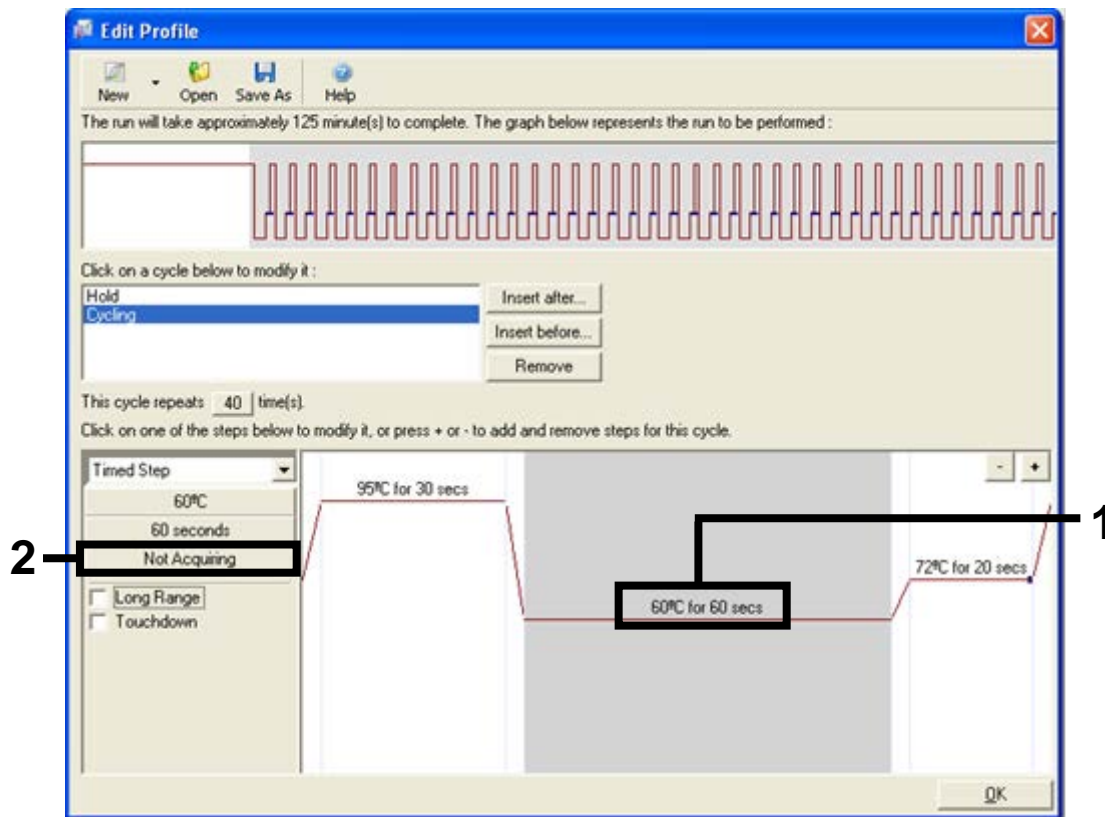

Ilustración 27. Paso de ciclado a 60 °C (1 = Ajuste de temperatura y tiempo de segundo paso, 2 = Botón "Not Acquiring" [No adquirir])
9. Seleccione el segundo paso y establezca el valor en "60°C for 60 secs" (60 °C para 60 s). Para activar la obtención de datos durante este paso, seleccione el botón "Not Acquiring" (No adquirir) (ilustración 27).